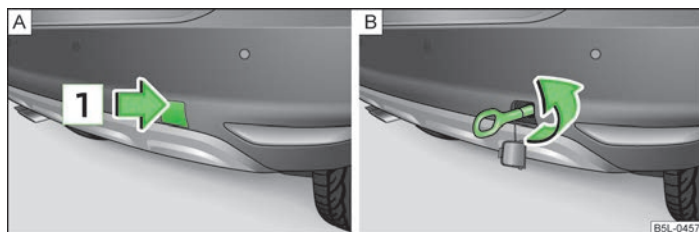

Fig. 164 Bara de protecție din spate: Demontarea capacului / Montarea cârligului de tractare
- > Apăsăți pe jumătatea superioară a capacului în sensul săgeții 1 » fig. 164.
- > Detașați capacul din bara de protecție spate » fig. 164 - A.
- > Înșurubați cârligul de tractare spre stânga până la refuz » fig. 164 - B și strângeți-l cât mai ferm posibil.